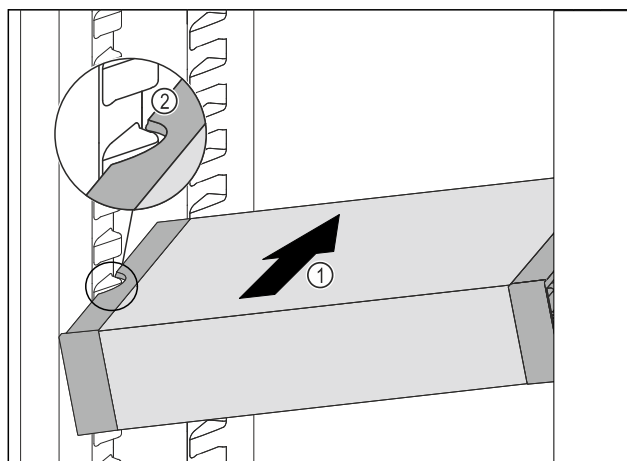

Fig. 83
- Inserire VarioSafe ad angolo nel vano frigorifero Fig. 83 (1), fino a quando le cavità laterali Fig. 83 (2) di VarioSafe non si trovano al livello della nervatura del contenitore nel vano frigorifero.